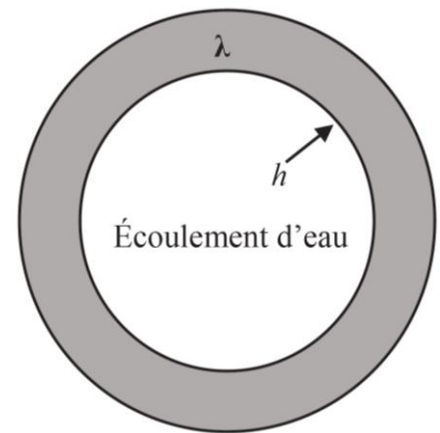

Figure 2 - Tuyauterie des réseaux
- En fait, au niveau du rayon intérieur des tuyaux du réseau de surface, le mouvement du fluide caloporteur entraîne une différence de température entre le rayon intérieur et le fluide caloporteur en obéissant à une loi de Newton de coefficient h . Exprimer la résistance thermique Γ d'un tuyau du réseau de surface (**figure 2**) en fonction de h , λ , R , L et e .